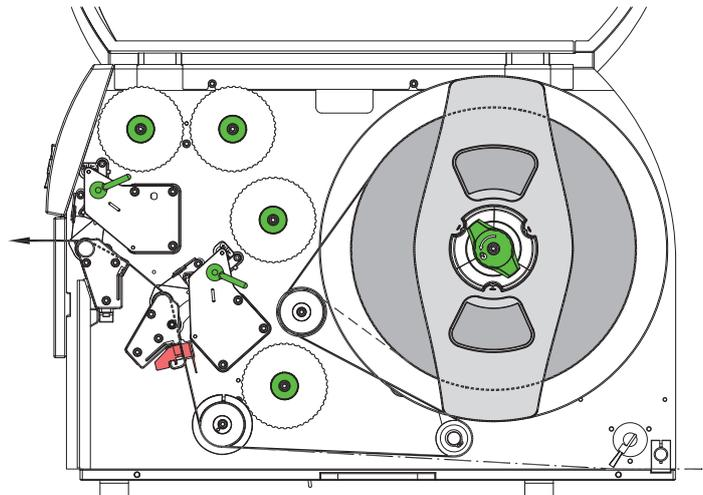

Figure 10 Passage des étiquettes
1. Dérouler une bande d'étiquettes d'environ 1 m du rouleau et guider celle-ci d'après la figure 10 jusqu'au mécanisme d'impression. La ligne en pointillés représente les étiquettes à enroulement intérieur.